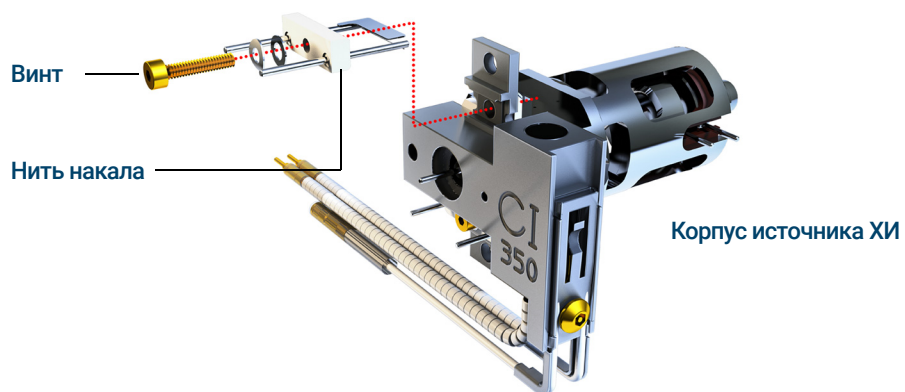

Рис. 79. Замена нити накала источника ХИ
- 4 Извлеките винт, закрепляющий нить накала в корпусе источника ХИ. (См. **Рис. 79.**)
- 5 Извлеките нить накала из узла источника ХИ. (См. **Рис. 79.**)
- 2 Установите новую нить накала в корпус источника ионов. (См. **Рис. 79** на стр. 255.)
- 3 Закрепите нить накала в корпусе источника ионов с помощью винта. (См. **Рис. 79** на стр. 255.)